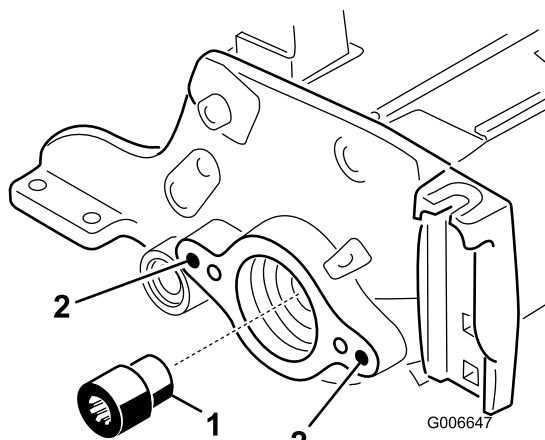

Bild 7
12. Nehmen Sie mit dem Werkzeug für die Spindelantriebswelle, Bestellnummer TOR 4074, den Keileinsatz vom Spindelmotorende der Spindelwelle ab (Bild 7). Verwenden Sie das Werkzeug für die Spindelantriebswelle, Bestellnummer TOR4112, für die Modelle 03665 und 03666 und das Werkzeug für die Spindelantriebswelle, Bestellnummer TOR4074, für die Modelle 03685 und 03686. Entfernen Sie alle Schmiermittelrückstände aus dem Gewindeloch, in das der Keileinsatz eingesetzt war.
13. Montieren Sie den neuen (längeren) Keilansatz an der Spindelwelle (Bild 7). Schmieren Sie Loctite auf den Einsatz, bevor Sie ihn einbauen. Ziehen Sie auf 115 bis 129 Nm an.
15. Entfernen Sie mit einem 3/8-16 Gewindebohrer die Farbe in den äußeren Befestigungslöchern der linken und rechten Seitenplatte (Bild 7).